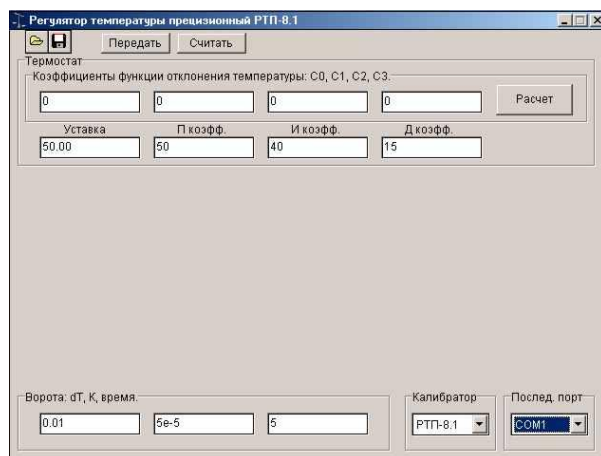

Рис. 4.
9.1. Управляющая программа предназначена для настройки термостата: калибровки, ввода ПИД коэффициентов регулирования, ввода критериев выхода на уставку. После запуска управляющей программы и загрузки настроек из файла на дисплее компьютера появится картинка аналогичная Рис. 4.